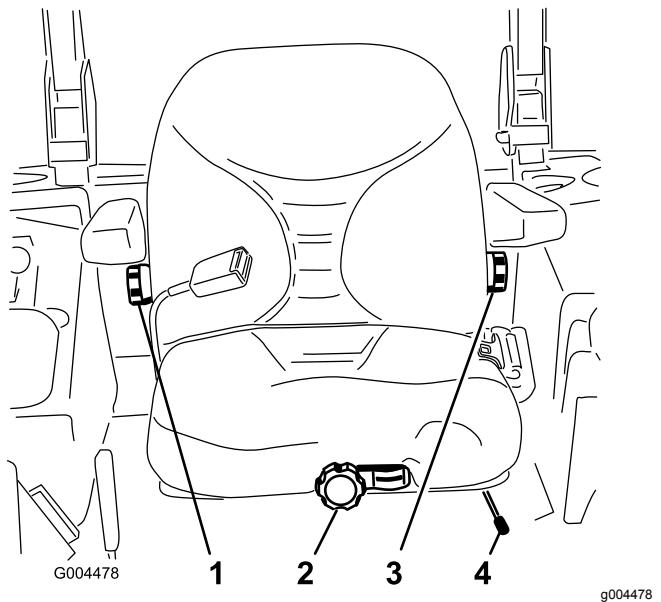

Bild 54
1. Wenn Sie den Sitz verstetlen möchten, bewegen Sie den Hebel zum Entriegeln des Sitzes zur Seite (Bild 54).
Setzen Sie sich nicht auf den Sitz und drehen Sie das Handrad zum Verstellen an der Vorderseite solange, bis der gewünschte Komfort erreicht ist (Bild 54).
Drehen Sie zum Verstellen das Handrad unter der rechten Armlehne solange in eine Richtung, bis der gewünschte Komfort erreicht ist (Bild 54).
Drehen Sie zum Verstellen das Handrad unter der linken Armlehne solange in eine Richtung, bis der gewünschte Komfort erreicht ist (Bild 54).